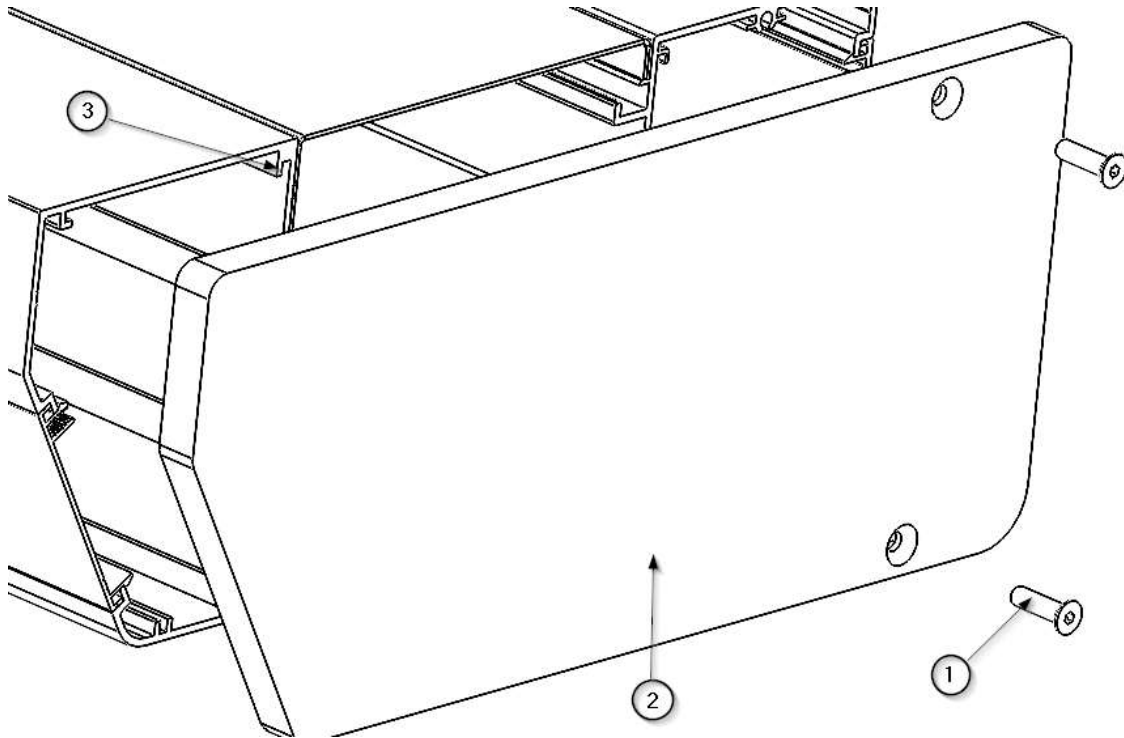

Fig. 2 Demontage/montage van kopstukken op het hoofdgedeelte van de TOR
- Verplaats nu met uw handen de bovenste afdekkingen van het hoofdgedeelte ① die zich het dichtst bij de zijden bevinden waar de druk op staat, eerst in de richting van het hoofdgedeelte en, zodra u de afvoer ② hebt gepasseerd, naar boven. Zie afbeelding 2.